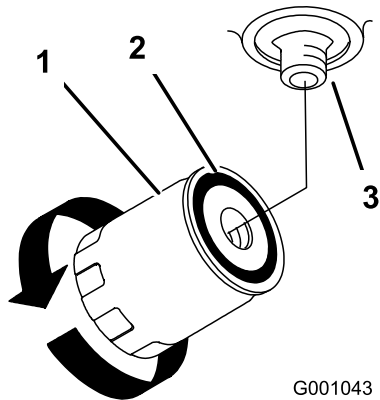

Figura 71
7. Aplique una capa fina a la junta de goma del filtro nuevo (Figura 71).
9. Llene el depósito de aceite hidráulico con aceite hidráulico hasta que éste rebose por encima del filtro, gire el filtro en el sentido de las agujas del reloj hasta que la junta de goma entre en contacto con el adaptador del filtro, luego apriete el filtro media vuelta más (Figura 71).